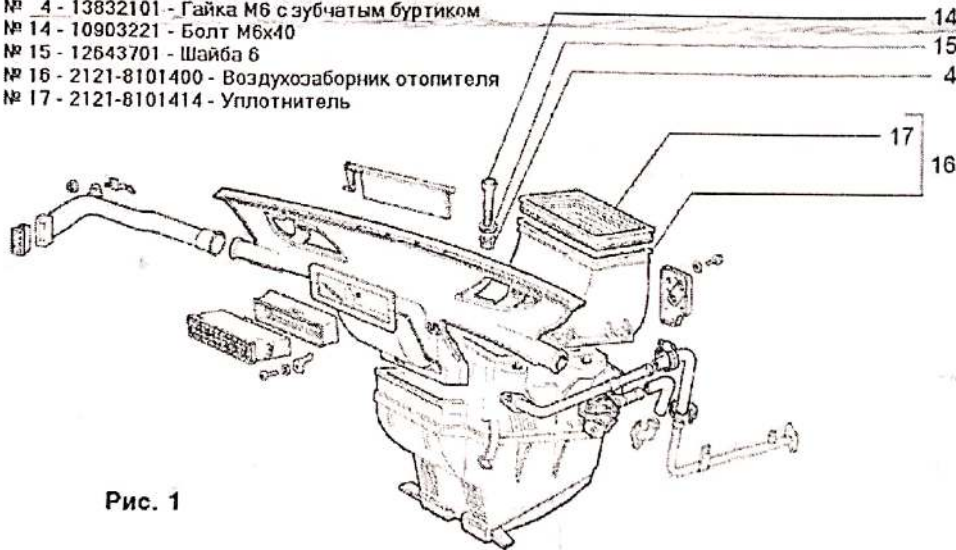

Рис. 1
2. Перед установкой модернизированного отопителя необходимо демонтировать воздухозаборник отопителя 2121-8101400 (№ 16 на рис. 1), сняв 4 болта с шайбами и гайками (№№ 4, 14, 15 на рис. 1);